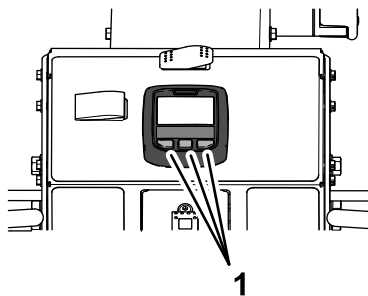

Figura 31
- Pulse cualquiera de los botones del InfoCenter (Figura 31).